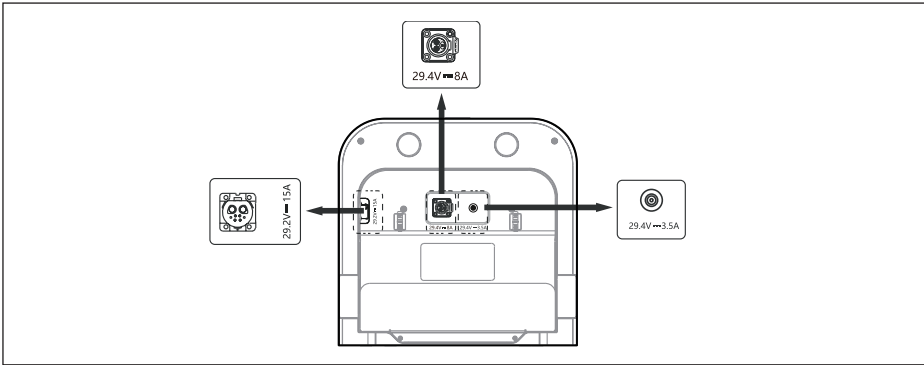

Figura 1
1. Collegare l'alimentatore all'interfaccia etichettata sulla stazione di ricarica che corrisponde al modello specifico (fare riferimento alla Figura 1). Collegare un solo alimentatore alla volta. Non collegare due o più alimentatori contemporaneamente.